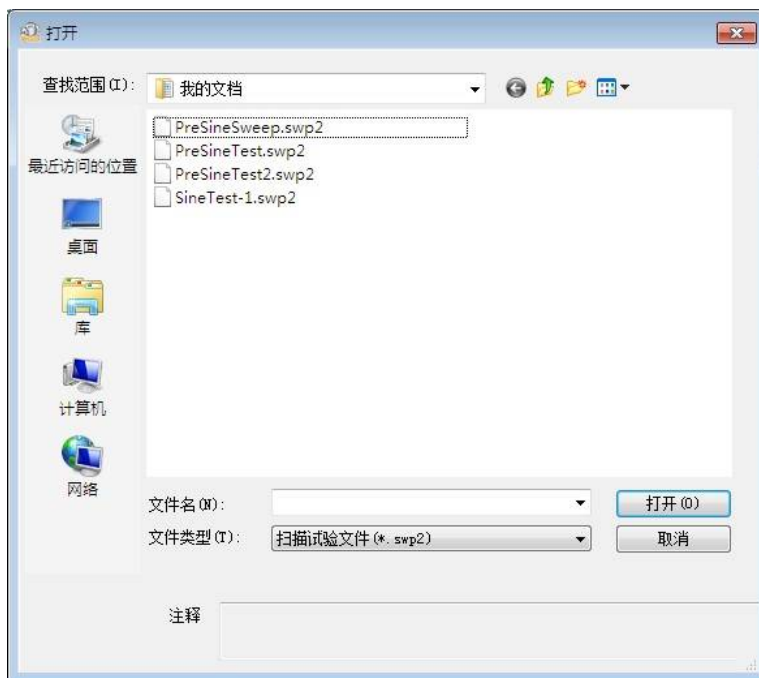

Fig. 2-2-2 文件指定画面
这里，一按下①「参照」，Fig.2-2-2 所示的定义的测试的选择画面出现。